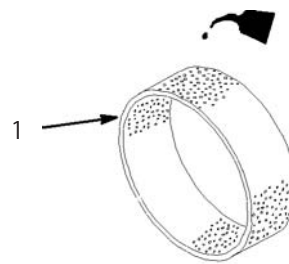

図29
4. 乾いたら新しいエンジン・オイルを30～60 cc含ませる(図29)。